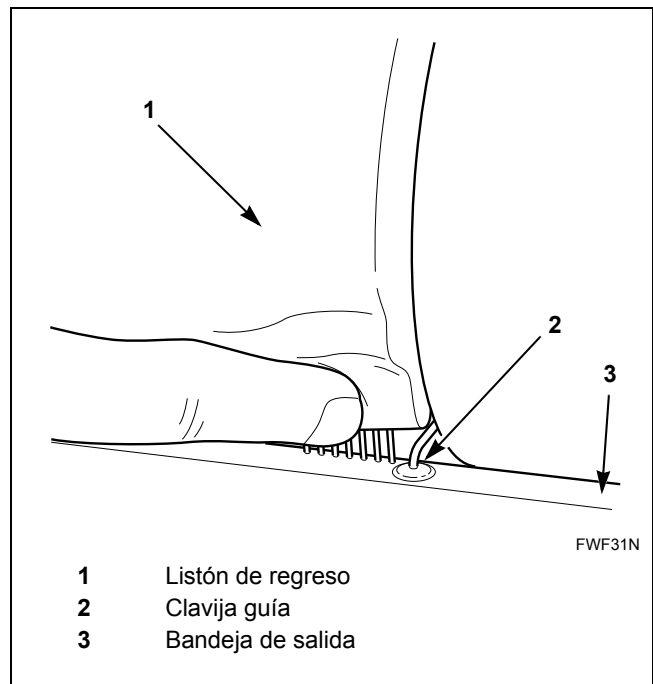

Figura 32
13. Verifique que el nuevo listón de regreso esté colocado entre las clavijas guía de la bandeja de salida que están en la parte de enfrente de la máquina. Consulte la *Figura 32*.